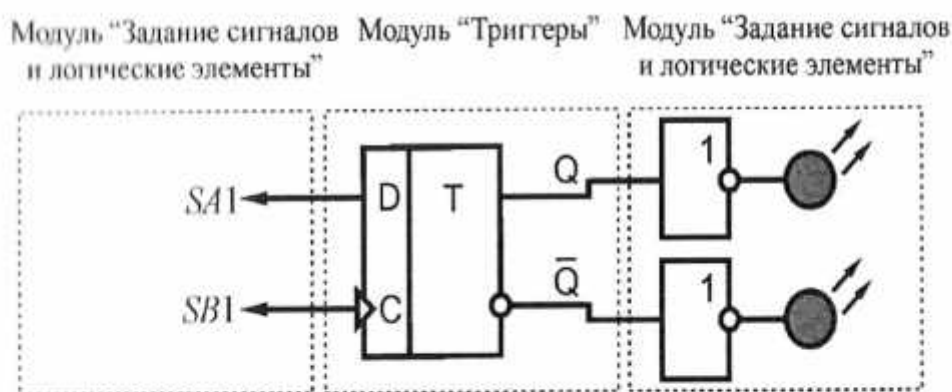

Рис. 5.11. Схема электрическая соединений лабораторных модулей для изучения работы D -триггера
4. Согласно рис. 5.11 выполнить электрические соединения модулей для изучения работы *D*-триггера. Монтаж схемы производить при отключенных автоматических выключателях и переключателях питания.
Состояния выходов Q и $\bar{Q}$ триггера контролировать при помощи светодиодов на выходе буферных элементов (рис. 5.11). Задавая логические уровни на входе D и подавая тактовые импульсы на вход C заполнить таблицу режимов работы D -триггера (табл. 5.9).